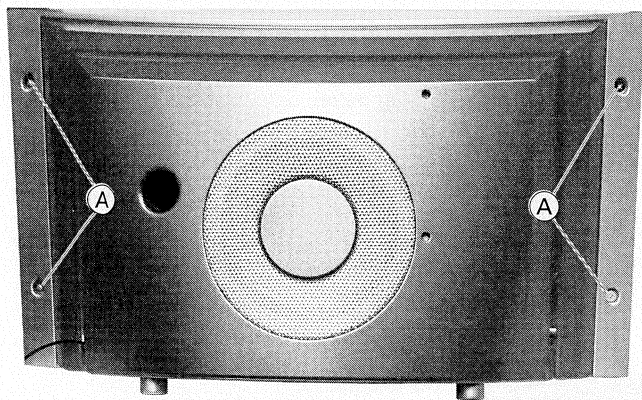
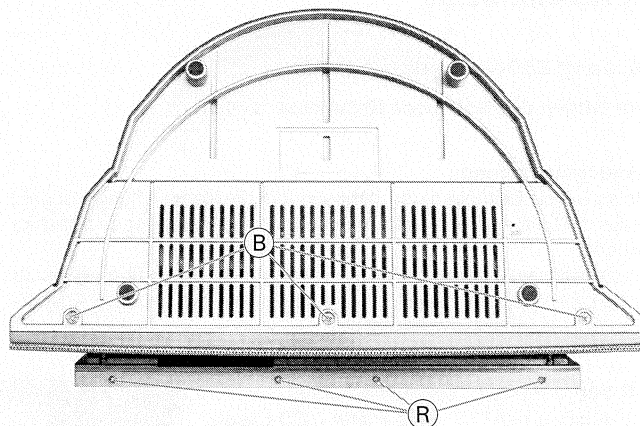

Fig. 1
Fig. 2
- 4 Schrauben (A) (Fig. 1) und 3 Schrauben (B) (Fig. 2) herausdrehen.
- Undo 4 screws (A) (Fig. 1) and 3 screws (B) (Fig. 2).
- 4 Schrauben (R) (Fig. 2) herausdrehen.
- Undo 4 screws (R) (Fig. 2).